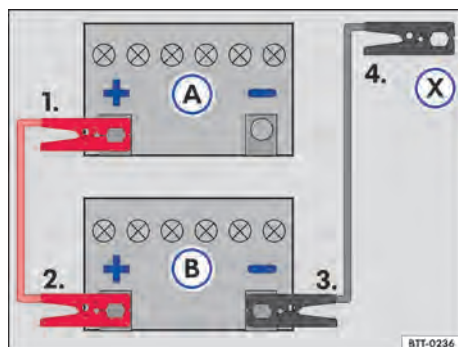

Fig. 143 Esquema para la conexión de los cables de arranque auxiliar: batería del vehículo descargada (A) batería del vehículo que provee la corriente (B).
Leyenda para → fig. 143:
Conectar el cable de arranque auxiliar solo en la secuencia 1 – 2 – 3 – 4 → fig. 143.
- Conectar un extremo del cable de arranque auxiliar *rojo* al polo positivo de la batería (+) del vehículo con la batería descargada → fig. 143 **(A)** → **(A)**.